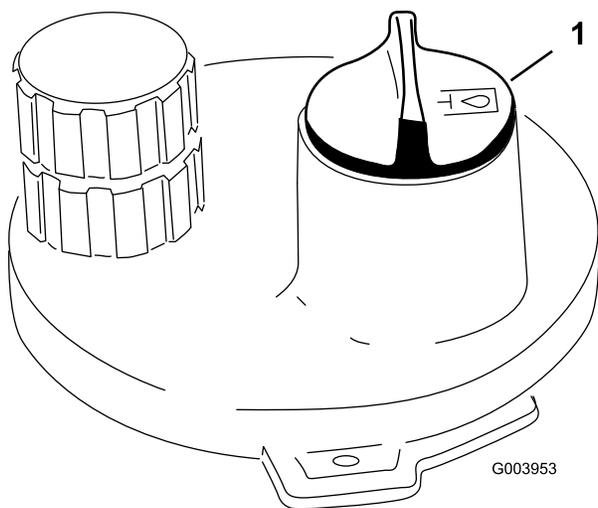

Figure 38
3. Nettoyez la surface autour du goulot de remplissage et du bouchon du réservoir hydraulique (Figure 38). Enlevez le bouchon du goulot de remplissage.